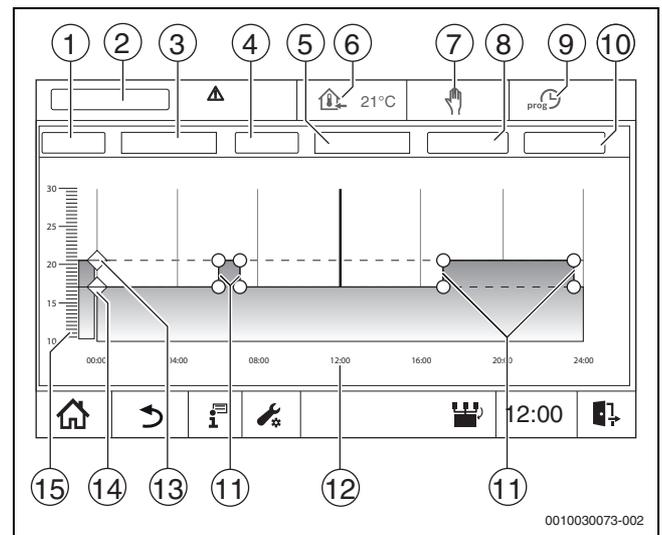

Bild 18 Zeitprogramm
- ▶ Temperaturen durch Verschieben der Punkte (→ Bild 18, [11]) ändern.
- ▶ **Wochentag** oder **Zeitraum** (→ Bild 18, [3], Seite 19) für den gewählten Heizkreis wählen.
- ▶ Temperaturlinie an den Dreiecken (→ Bild 18, [13] oder [14], Seite 19) antippen und eine Sekunde halten.